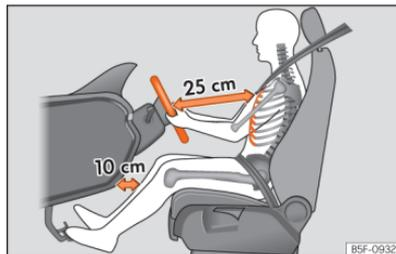

Fig. 20 A separação correta entre o condutor e o volante deve ser de 25 cm no mínimo (10 polegadas).
- Ajuste o volante de modo a ficar a uma distância de, pelo menos, 25 cm (10 polegadas) do esterno »» Fig. 20 e a poder segurá-lo com ambas as mãos pelos lados, pela parte exterior, com os braços ligeiramente fletidos.